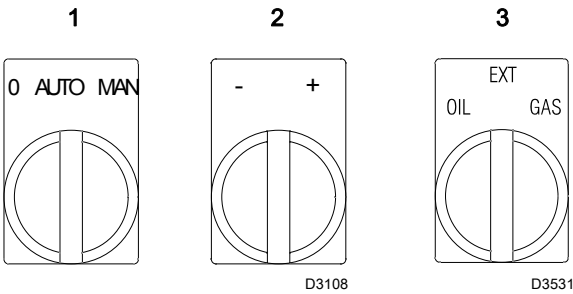

图 33
闭合远程控制，并将燃料转换器 1)( 图 33) 置于 "MAN"（手动）位置。
- 1 使用转换器 3) (图 33);
将转换器 3) (图 33) 置于“EXT”位置，可启动远程燃料选择功能。
旋转转换器 2) (图 33) 到“-”降低出力，直至伺服马达关闭风门挡板，蝶阀开启角度为 35° (工厂已做设定)。
通过按转换器 2) (图 33) 上的 “+” 或 “-” 的符号调节中间出力的位置。
- 将控制面板上的转换器开关置于手动位置 1) (图 33)，启动燃烧器。
- 然后，停机，旋转转换器 3) (图 33) 至燃气 (GAS) 并检查确认燃气按所需出力运行正常。